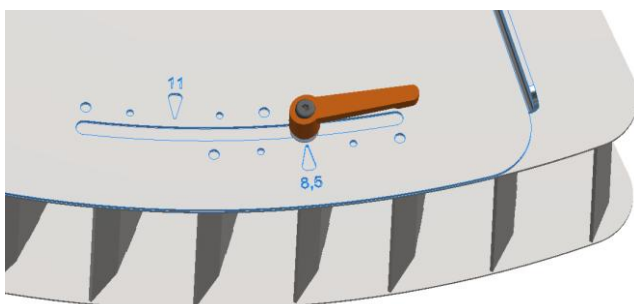

Figura 6.15 – Limitador de borde lateral **Posición 8.5**
- Afloje las manillas de PALANCAS - **B** - y deslice el bloque de aletas hasta que la manilla derecha quede alineada con la **posición 8.5** (*Figura 6.15*),